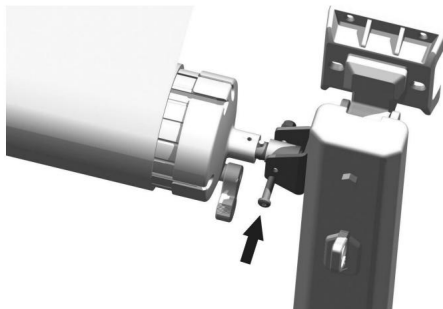

Figure C16
3.6 Enroulez le tissu dans la même direction sur le tube du rouleau, en laissant un cercle intact, et enflez le tissu dans le rail de tissu du véhicule (Figure C15), fixez le trou de l'arbre à l'extrémité du rouleau jusqu'au support supérieur de la tige de support (Figure C16).